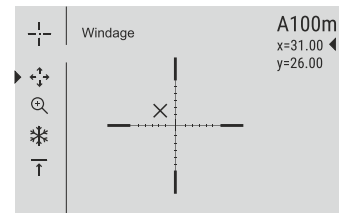

Fig. 5
- Se il punto di impatto non corrisponde al punto di mira (centro del reticolo del cannocchiale), tenere premuto il tasto **M** (4) per accedere al menu principale.
- Nel centro del display compare una croce ausiliaria , con le relative coordinate X e Y nell'angolo in alto a destra (**vedere la fig. 5**).
- Cambiare la direzione di spostamento della croce ausiliaria da orizzontale a verticale con una pressione breve sul tasto **M** (4).